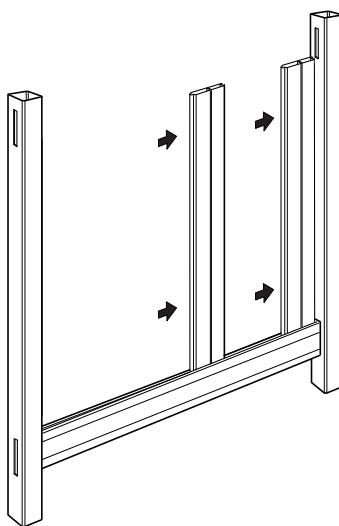

fig. 6
**PASO 4** – Comenzando en un extremo, deslice las tablas en el canal del riel inferior. Asegúrese de que las lengüetas y ranuras de las tablas se ensamblen bien, sin dejar separaciones. Repita hasta que el panel esté terminado (ver la fig. 6).